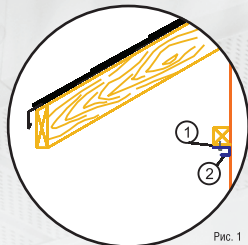

Рис. 1
1. Закрепите G-планки (2) на направляющих брусках с помощью саморезов (1) (рис. 1).